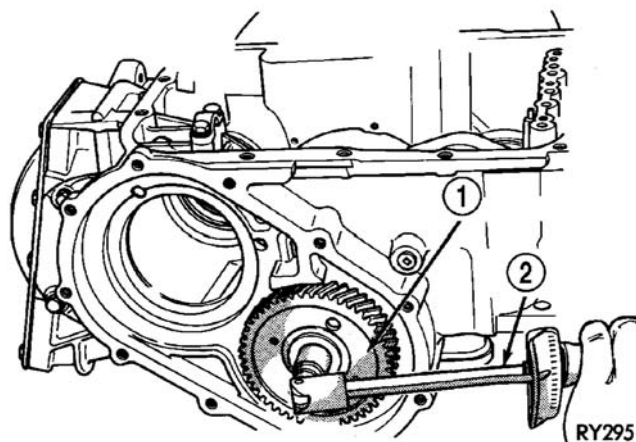

图 262 检查轴承转动扭矩
- 2-螺钉 (2)
(11) 用一个英寸-磅扭矩扳手，测量轴承转动扭矩 (图 262)。